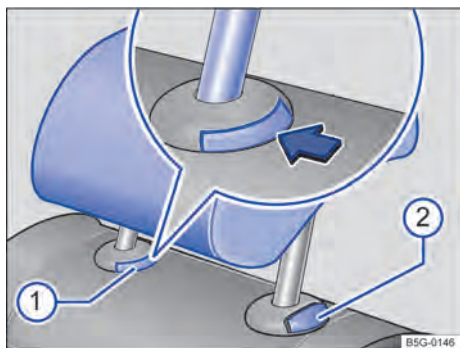

Fig. 65 Remover o apoio para cabeça traseiro.
- Pressionar o botão → Fig. 65 ① na guia do apoio para cabeça.
- Ao mesmo tempo, pressionar o botão ②, enquanto outra pessoa retira totalmente o apoio para cabeça.